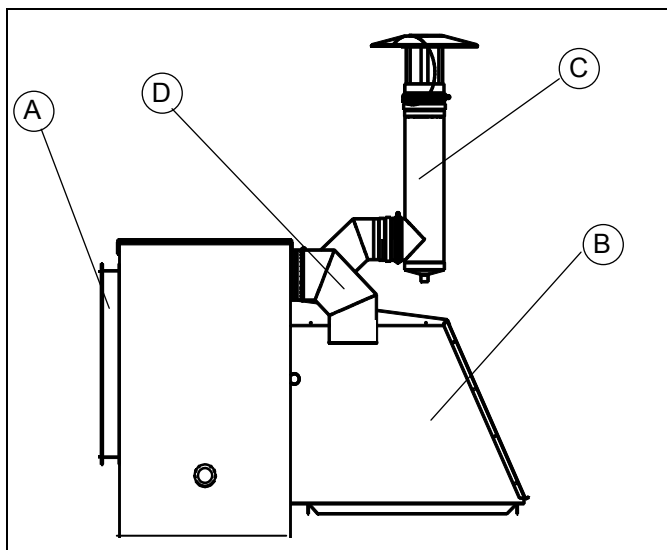

Рисунок 20 – СЕРИЙНАЯ КОМПЛЕКТАЦИЯ
- подающим патрубком и соответствующими крепежными болтами (деталь A Рисунок 20);
- раструбом для воздуха и соответствующими крепежными болтами (B);